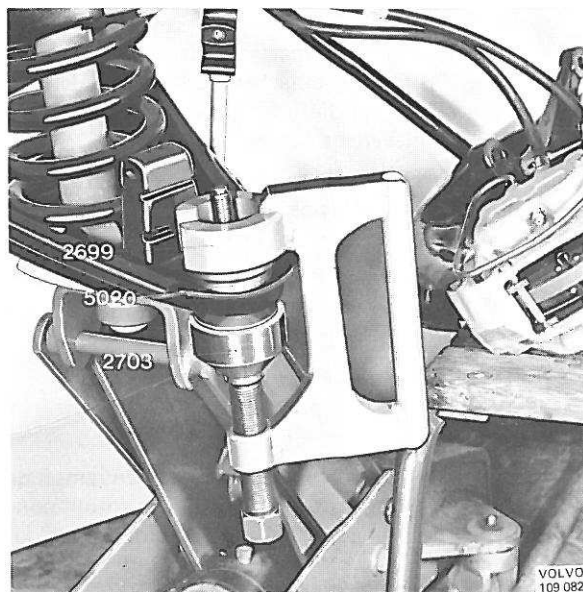

Figure 36. Montage du joint à rotule inférieur
2. Enfoncer le joint à rotule dans le triangle de commande en se servant des outils 2699, 5020 et 2703, figure 36. Si le joint à rotule est serré obliquement, tourner l'outil de 180° et remonter le joint à rotule. Il ne doit pas y avoir de jeu entre le joint à rotule et le triangle de commande.